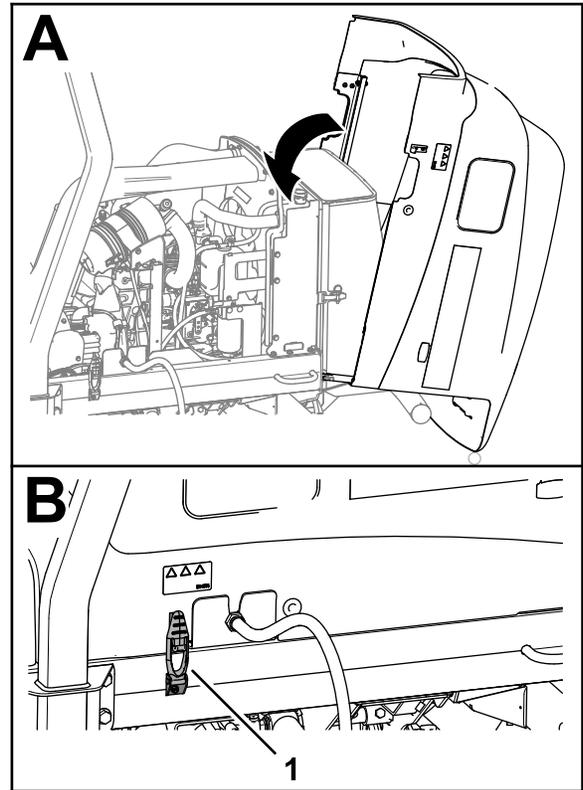

Figura 60
1. Fate ruotare con attenzione il cofano chiuso (Figura 60).